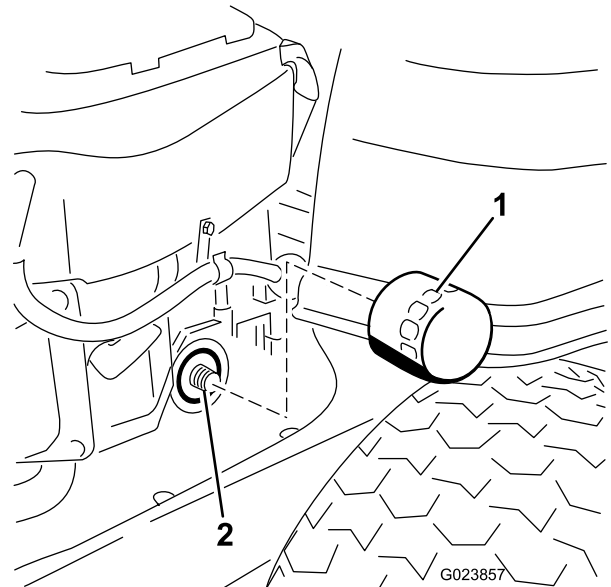

Figura 31
10. Localice el filtro de aceite en el lado derecho del motor, retire el filtro usado y limpie el adaptador del filtro con un trapo limpio (Figura 31).
13. Gire el filtro de aceite en el sentido de las agujas del reloj hasta que la junta de goma entre en contacto con el adaptador, luego apriete el filtro de 3/4 a una vuelta más (Figura 31).